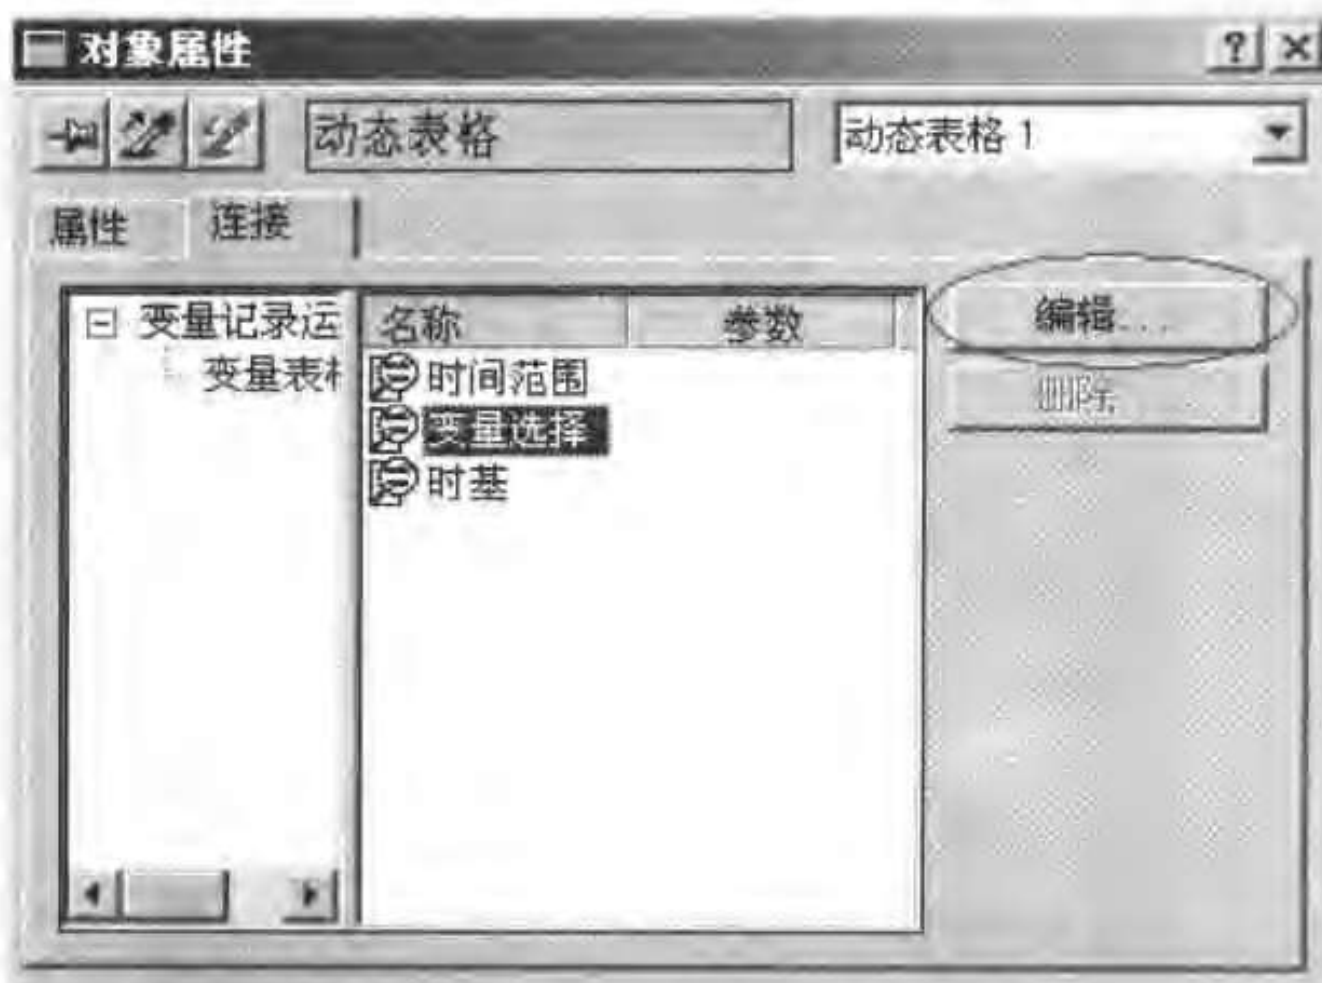

图9-11 变量表格“对象属性”对话框
- 双击对象,打开“对象属性”对话框,选择“连接”选项卡,如图9-11所示。